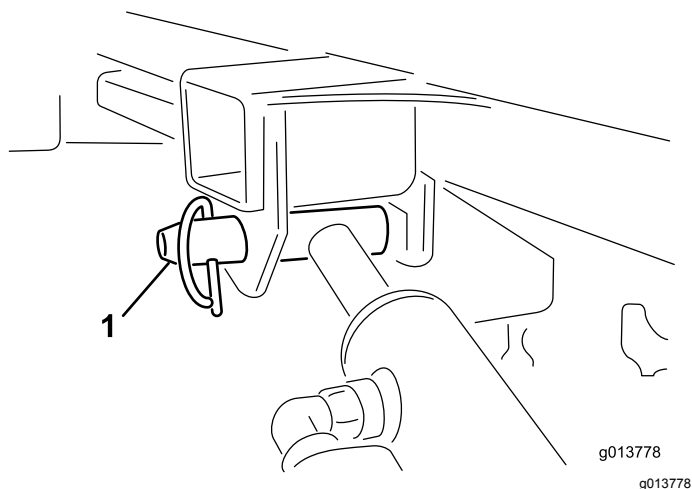

Figura 51
11. Con una mano, sujete el cilindro de elevación. Con la otra mano, retire el pasador de bloqueo del cilindro de elevación (Figura 51).